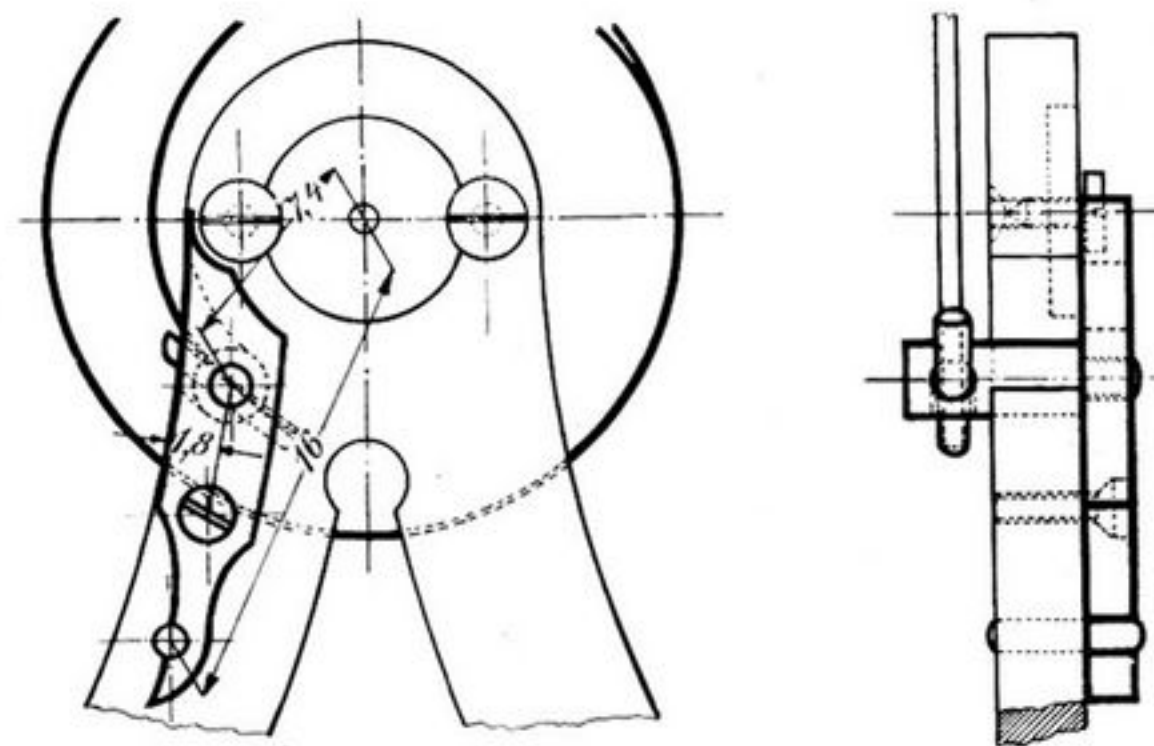

Abb. 133. Spiralklötzchenlage am Unruhklub
z. B. Drehbank oder Bohrmaschine, von einem anderen Schüler gebraucht wird. Dann muß unser Lehrling eben warten und dafür an diesem Klub arbeiten, natürlich nicht eher, als bis die obere Deckplatte gefaßt wurde. Der Unruhklub ist auf diese Weise „so zwischendurch“ fertig geworden. Wir gaben ihm die Form, wie sie uns die Abbildung 122 zeigt. Das Klötzchen muß nun dieser Form angepaßt werden. Es besteht aus zwei Teilen (Abb. 133), aus einem auf dem Klub festgeschraubten Stück Flachstahl, in das ein Stahlputzen eingeschraubt wird, der länger ist, als die Klubendicke beträgt. Wir bohren also in den fertigen Klub ein Loch von 0,8 mm Weite für die Schraube, die das Klötzchen zu halten bestimmt ist, außerdem ein zweites von 1,2 mm Weite für den Stahlputzen, der das eigentliche Spiralbefestigungsstück darstellt, und zwar in dem vorhin zeichnerisch festgestellten Abstände von der Unruhachse. Sobald diese Löcher gebohrt sind, können wir mit der Anfertigung des Klötzchens beginnen; dabei lassen wir dem befähigten Lehrling viel freie Hand, damit er seine Lust zum Formengeben auch hieran betätigen kann. Manch schönes und sauber vollendetes Stück ist auf diese Weise schon zustande gekommen.
#### Die obere Spiralbefestigung oder das Spiralklötzchen (Abb. 133 und 134)